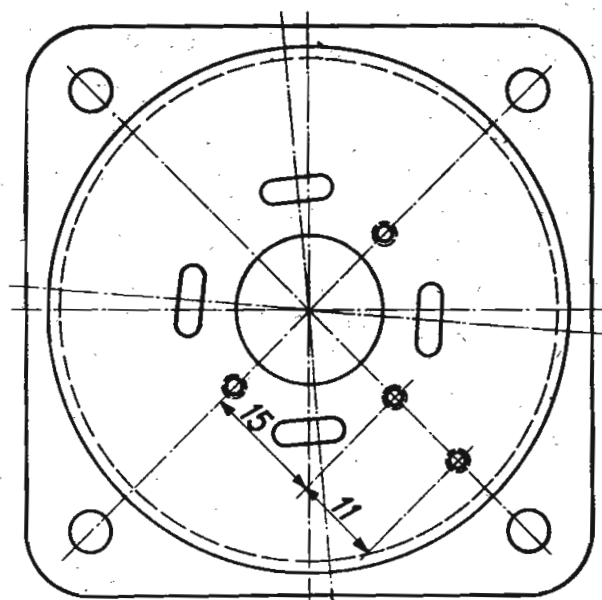

Fig. 5
De uitvoeringen A, B en C kunnen alle worden omgebouwd, door aan de zijde van de aandrijfrol twee gaatjes met 3 mm draad in het schild aan te brengen (zie pos. 4 in fig. 4, alsook fig. 5). Ook kan een schild, dat reeds voorzien is van deze gaatjes, worden besteld. Het codenummer hiervan is 49 920 69.